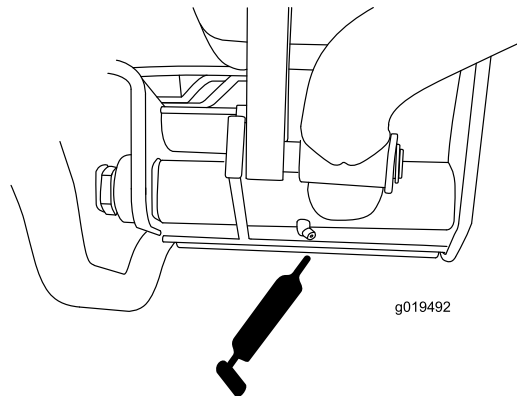

Figure 51
- Pivots de bras de levage arrière (2) (Figure 51).